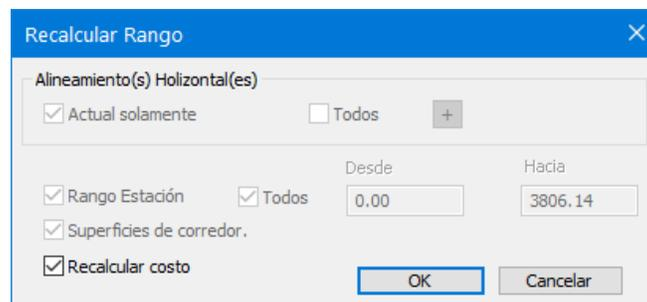

Figura 15-6: : Recalcular Rango
**Nota:** Si la opción Auto está habilitada (Figura 15-6), el costo se actualizará automáticamente cada vez que se modifique el alineamiento. En algunas situaciones, esto hará más lento el cálculo